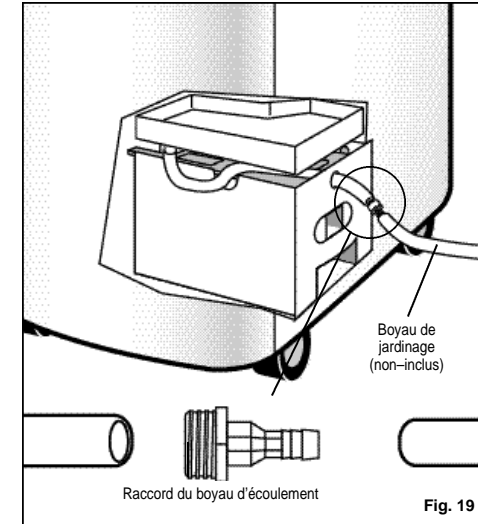

Fig. 19
- 6) Raccord de l'option d'écoulement continu. Enlevez le réservoir d'eau du caisson. À l'intérieur du caisson (section du réservoir) il se trouve une section de boyau qui est suspendue à côté du réservoir. Celui-ci est **bouché**. Enlevez le **bouchon** du bout du boyau et installez le **raccord du boyau d'écoulement** (trouvé dans les accessoires) sur le bout de cette section du boyau. Dirigez le bout du boyau (avec le raccord d'écoulement) à l'intérieur du réservoir d'eau, et puis à travers le trou percé au devant du réservoir. Raccordez une section du **boyau de jardinage** (longueur exigée par vos besoins) au raccord du boyau d'écoulement. Déposez le bout ouvert du boyau directement sur le drain de votre sous-sol. Fig. 19.